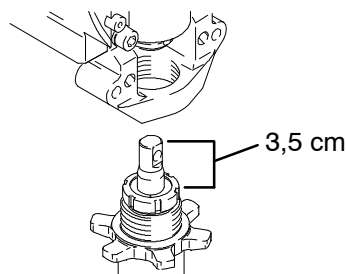

Fig. 18
1. Fig. 18. Dra ut kolvstången drygt 3,8 cm. Skruva in pumpen tills hålen i korslänklagret och kolvstången riktats in mot varandra.